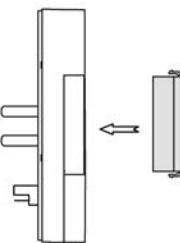

рисунок 12: Монтаж бленды серии CD/LS и А
- Монтаж заслонки для левой или правой стороны прибора (рисунок 12).
- Монтаж заслонки спереди на левой или правой стороне прибора (рисунок 12).